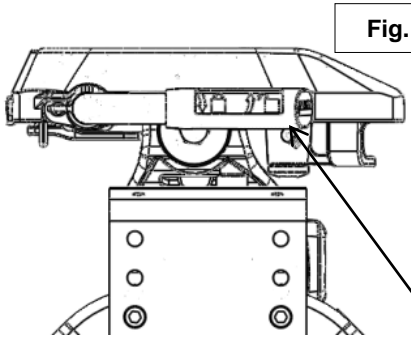
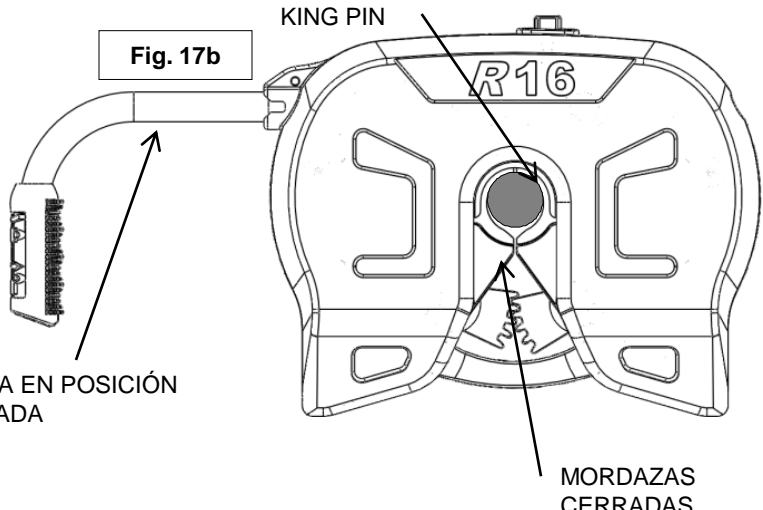

**Fig. 15
**Fig. 16
7. Con todas las ruedas de remolque todavía firmemente bloqueadas, el tren delantero todavía apoyado en tierra firme y soportando el peso del remolque, y el vehículo estacionario y en posición de parqueo con el freno de emergencia: revise visualmente que la base de la caja conectora esté apoyada sobre la parte superior del enganche. **NO DEBE HABER ESPACIO ENTRE ESTAS SUPERFICIES** (Ver Fig. 15). Si queda espacio, (Ver Fig. 16) el remolque no se ha enganchado correctamente. **¡NO REMOLQUE!** En vez, repita los pasos anteriores hasta que el enganche esté correctamente enganchado. **NO COLOQUE EL CUERPO DEBAJO DEL REMOLQUE PARA REALIZAR ESTA INSPECCIÓN**